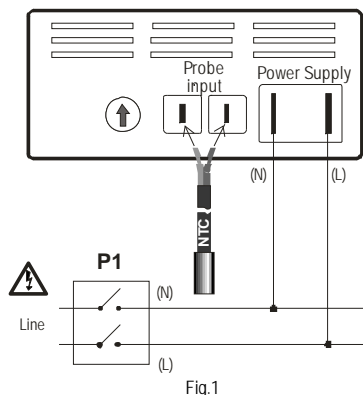

Fig.1
3. INSTALLAZIONE - VERSIONE 230V O 115 (FIG.1)
- ⚠ **Disinserire l'alimentazione del quadro attraverso l'interruttore generale (P1 in Fig.1).**
- Se possibile si consiglia di collegare la fase (L) al fast-on di destra e il neutro (N) al fast-on di sinistra come indicato.
5. DISINSTALLAZIONE E SOSTITUZIONE SONDA (FIG.1)
- ⚠ **Staccare alimentazione dal quadro dove è inserito lo strumento attraverso l'interruttore generale (P1 in Fig.1).**